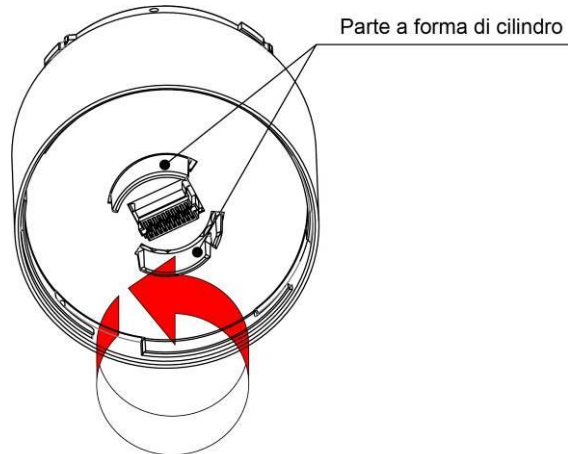

Figura 2
- ◇ Se una delle unità LED non si collega correttamente al prodotto, verificare che il dentino della parte a forma di cilindro che si trova sopra l'unità LED sia inserito correttamente nella scanalatura. Se la linguetta è fuori dalla scanalatura come mostrato nella Figura 1, vedere la Figura 2 su come riposizionarla. Poi quando si smonta l'unità LED dal prodotto, in base a come è stata montata, il dentino potrebbe uscire fuori dalla scanalatura (come mostrato nella Figura 1). Se si esegue di nuovo il montaggio con il dentino in queste condizioni, il prodotto potrebbe danneggiarsi.
- Al centro della parte inferiore del prodotto, girare la parte a forma di cilindro in senso antiorario. (Vedere  Figura 2)